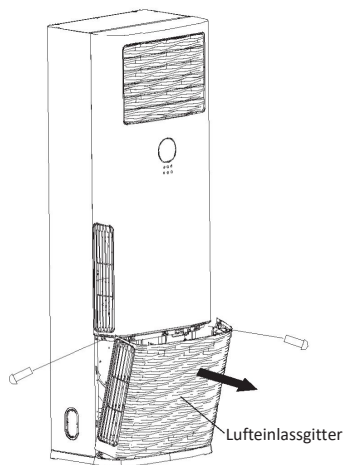

Abb. 8.4.
6. Entfernen Sie das Lufteinlassgitter, bevor Sie die Rohre/Leitungen anschließen. Zuerst die Schraubenabdeckungen entfernen, dann die Schrauben vom Lufteinlassgitter entfernen und dann das Gitter entfernen. (Siehe Abb. 8.4)